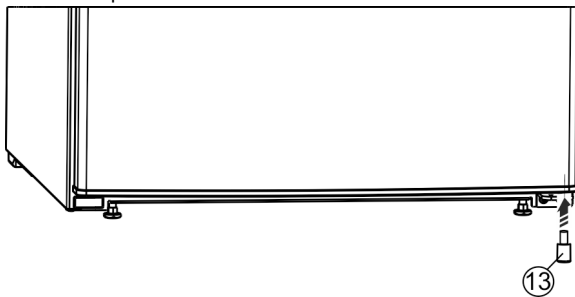

Fig. 26 *
- ▶ Vėl įstatykite tarpiklį Fig. 26 (13) į duris apačioje, dešinėje pusėje, nes jis yra svarbus prietaiso stabilumui.*